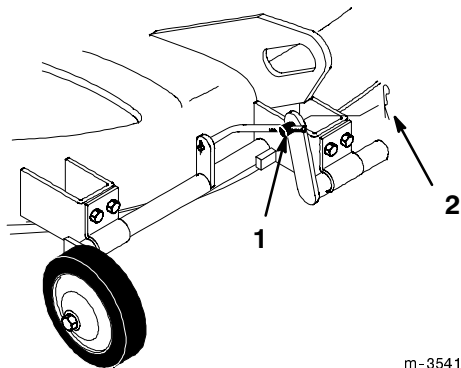

Bild 12
4. Heben Sie den Zubehörhubhebel hoch, um den Druck auf die Radstelze zu beseitigen. Entfernen Sie den 1-7/16"-Splint vom Drehzapfen (Bild 12).
5. Drehen Sie den Drehzapfen zum Einstellen der seitlichen Nivellierung (Bild 12).